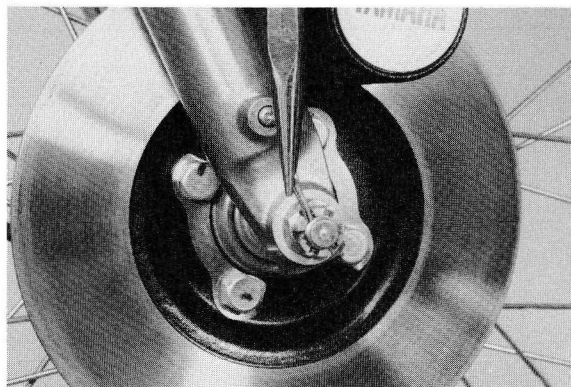

Fig. 3-3-13
- 4) Installera saxsprinten till hjulaxelns mutter. Om kronmutterns kanter och hålet i axeln ej passar ihop, dras muttern till något för att stämma (Se Fig. 3-3-13)
- 4) Splitpinden til hjulets akselmøtrik installeres. Hvis møtrikkens hjørner og hullet i akslen ikke passer, skal De dreje møtrikken til den passer. (Fig. 3-3-13)